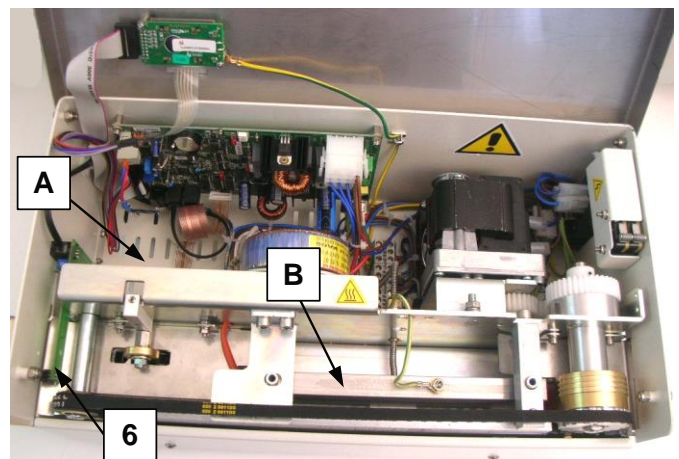
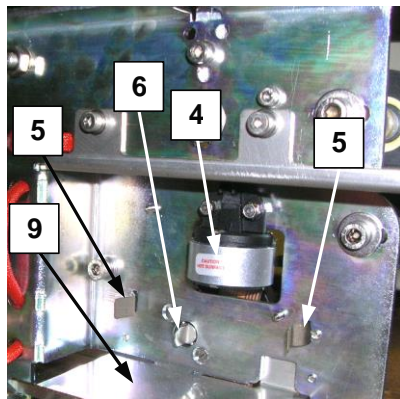
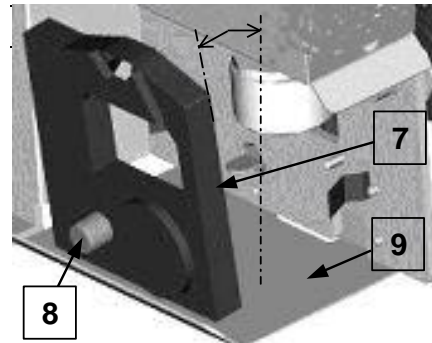

Bild 4.2
Bild 4.3
Bild 4.4
Das Durchlaufsiegelgerät verfügt über einen eingebauten Punktmatrixdrucker (Nr. 4 - Bild 4.3) mit Farbband (Nr. 7 - Bild 4.4). Die Druckfunktion wird elektronisch von der Einzugs-Fotозelle (Nr. 6 – Bild 4.2) gesteuert, die den Druck aktiviert, wenn die Sterilgutverpackung vollständig aus dem Lesebereich der Fotозelle herausgefahren wird. Wenn Sie die Druckfunktion über das Bedienfeld wählen (siehe Kapitel 3.2.5), druckt der Drucker den vom Bediener eingestellten Datensatz auf die Sterilgutverpackung bevor er das Gerät verlässt.
**Wenn das Durchlaufsiegelgerät außerhalb der FEU-Zeit ist, um zu vermeiden, dass keine Verbrennungen entstehen können (Pos. B - Bild 4.2).**
- Setzen Sie die Tintenpatrone (Nr. 7 – Bild 4.4) in den Druckbereich (Pos. A – Bild 4.2) ein.
- Setzen Sie die Tintenpatrone auf die Führung (Nr. 9 – Bild 4.4): halten Sie sie leicht nach hinten geneigt (siehe Bild 4.4).
- Nachdem Sie die beiden Kupplungsfedern (Nr. 5 - Bild 4.4) identifiziert haben, drehen Sie die Kartusche leicht und setzen Sie sie in die innere Feder ein.
**Dieser letzte Arbeitsgang muss ohne Belastung des Tintenpatronenrotors durchgeführt werden (Nr. 6 – Bild 4.3): Wenn es irgendwelche Blockaden bei der Platzierung gab, drehen Sie den Rotor leicht und versuchen Sie es erneut.**
**WARNUNG:** Um ein Brechen der Tintenpatrone zu vermeiden, sollte ihr Rotor (Nr. 7 – Bild 4.4) nur in Pfeilrichtung auf dem Kassettenband selbst gedreht werden.
**Wenn das Durchlaufsiegelgerät ab der FEU-Zeit ausgeschaltet wurde, dürfen die Versiegelungsschienen nicht berührt werden (Pos. B - Bild 4.2).**
- Nehmen Sie das Kassettenband und entfernen Sie die beiden Kupplungsfedern (Nr. 5 - Bild 4.4).
**Wenn das Durchlaufsiegelgerät außerhalb der FEU-Zeit ist, dürfen zur Vermeidung von Verbrennungen keine Sterilgutverpackungen versiegelt werden (Pos. B – Bild 4.2).**